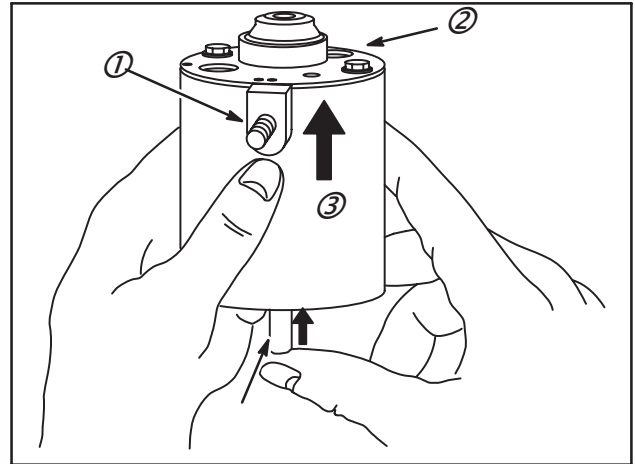

Fig. 35
6. Pousser le rotor par le haut du corps de démarreur (3), faire attention de faire glisser la borne montée sur caoutchouc (1) avec le couvercle (2), Fig. 35. Axe du rotor (4)